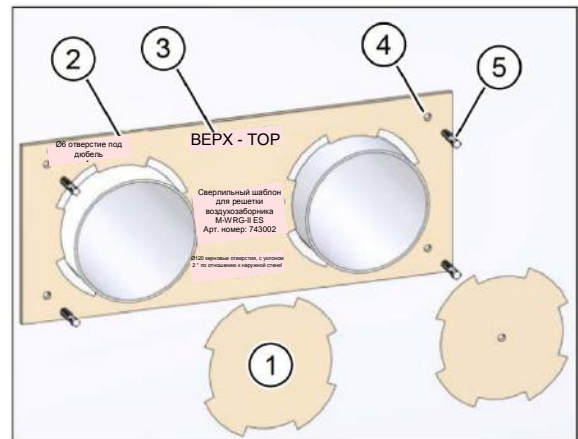

Рис. 5: просверлить отверстия
- ▶ Выдавите предварительно заготовленные высечки (поз. 1 на рис. 5) для вентиляционных труб из сверильного шаблона (поз. 2 на рис. 5).
- Обратите внимание на надпись "ВЕРХ" (поз. 3 на рис. 5) на сверильном шаблоне.
- ▶ С помощью сверла диаметром 6 мм просверлите в наружной стене четыре отверстия глубиной прим. 40 мм в местах, указанных на сверильном шаблоне (поз. 4 на рис. 5).
- ▶ Вставьте четыре дюбеля, входящие в комплект поставки (поз. 5 на рис. 5), в отверстия.